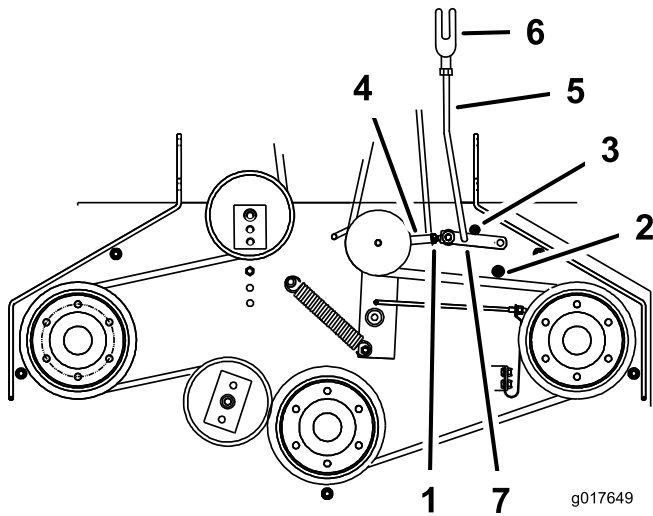

Figure 46
5. Vérifiez que le bras d'assistance est en appui contre la butée arrière sur le tablier (Figure 46).
7. Le bras d'assistance doit toucher la butée avant sur le tablier. Dans le cas contraire, réglez le levier coudé pour le rapprocher du renfort (Figure 46).
- Pour ajuster la bielle du bras d'assistance, enlevez la goupille fendue du bras d'assistance (Figure 46).
- Installez la bielle dans le bras d'assistance et fixez-la avec la goupille fendue (Figure 46).